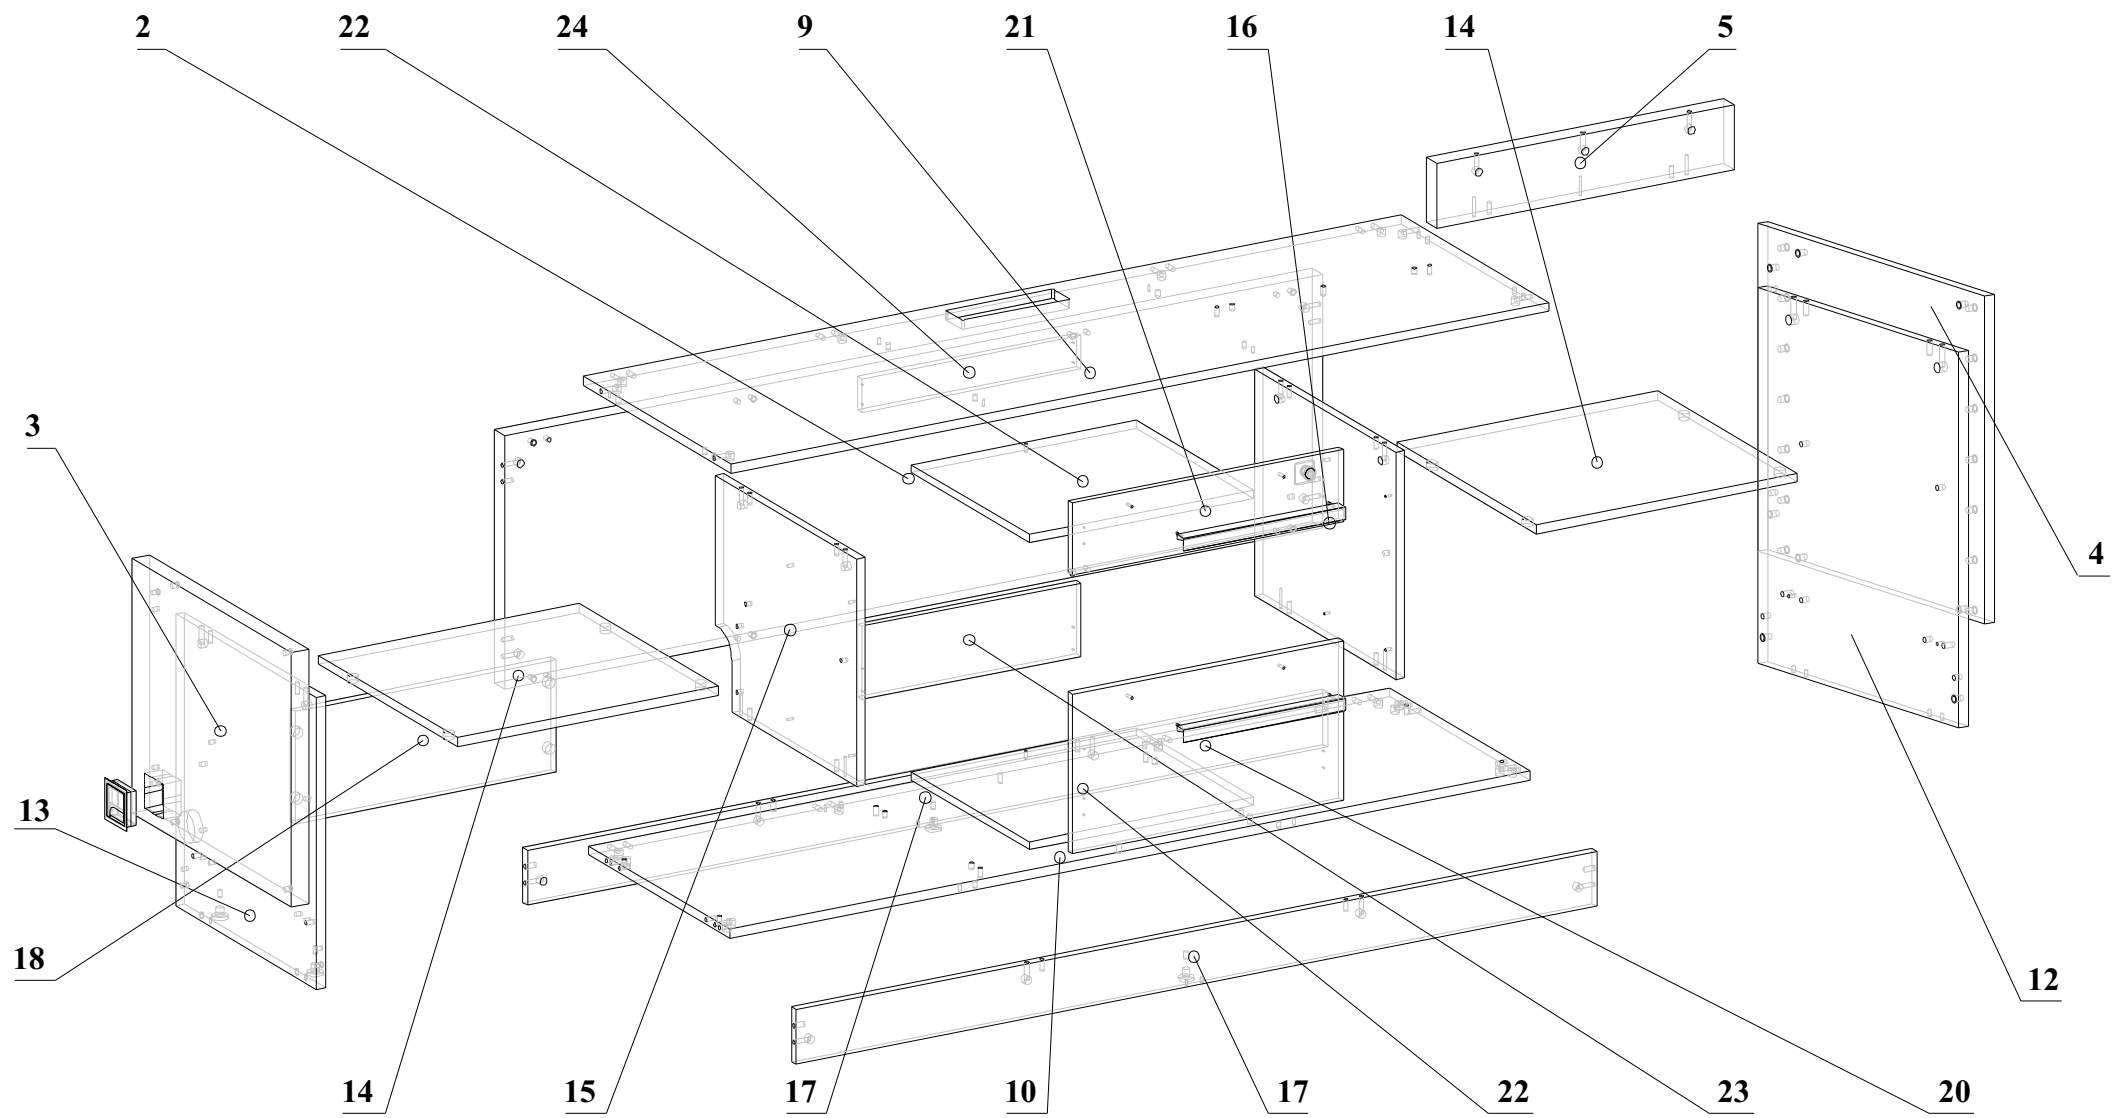

Рис.2
10. Соединить деталь 10 с деталями 17, затянуть эксцентрики по часовой стрелке до упора (рис. 2);
11. Соединить детали 12,13 с деталями 10,17, затянуть эксцентрики по часовой стрелке до упора (рис.2);
12. Соединить детали 15,16 с деталью 10 конфирматами 34 (рис. 2);
14. Соединить деталь 2 с деталями 9,10, затянуть эксцентрики по часовой стрелке до упора (рис. 2);
16. Соединить деталь 4 с деталями 2,12, затянуть эксцентрики по часовой стрелке до упора (рис. 2)
17. Соединить деталь 5 с деталью 9 конфирматами 34 (рис. 2)